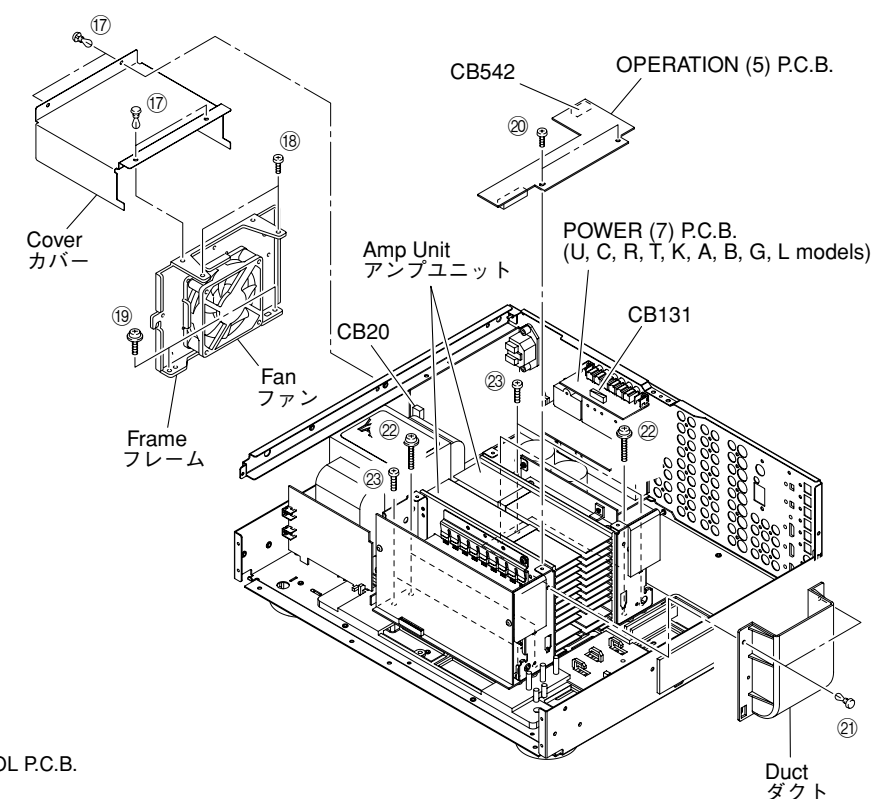

Fig. 5
- Remove 4 push rivets (17) and then remove the Cover. (Fig. 5)
- Remove 2 screws (18) and 2 screws (19). (Fig. 5)
- Remove the Fan together with the frame by lifting them up. (Fig. 5)
**8. Removal of OPERATION (5) P.C.B.**
- Remove 2 screws (20). (Fig. 5)
- Remove CB542, CB131. (Fig. 5)
- Remove the OPERATION (5) P.C.B. which is connected directly to the lower P.C.B. with connectors. (Fig. 5)
- Remove 2 push rivets (21) and then remove the Duct. (Fig. 5)
- Remove 4 screws (22) and 4 screws (23). (Fig. 5)
- Remove the Amp Unit. (Fig. 5)
- 17のプッシュリベット4本を外し、カバーを外します。(Fig. 5)
- 18のネジ2本、19のネジ2本を外します。(Fig. 5)
- CB20を外します。(Fig. 5)
- ファンをフレームといっしょに上方に取り外します。(Fig. 5)
- 20のネジ2本を外します。(Fig. 5)
- CB542を外します。(Fig. 5)
- OPERATION(5)P.C.B.を取り外します。下方のP.C.B.と直接コネクタ接続されています。(Fig. 5)
- 21のプッシュリベット2本を外し、ダクトを外します。(Fig. 5)
- 22のネジ4本、23のネジ4本を外します。(Fig. 5)
- アンプユニットを取り外します。(Fig. 5)